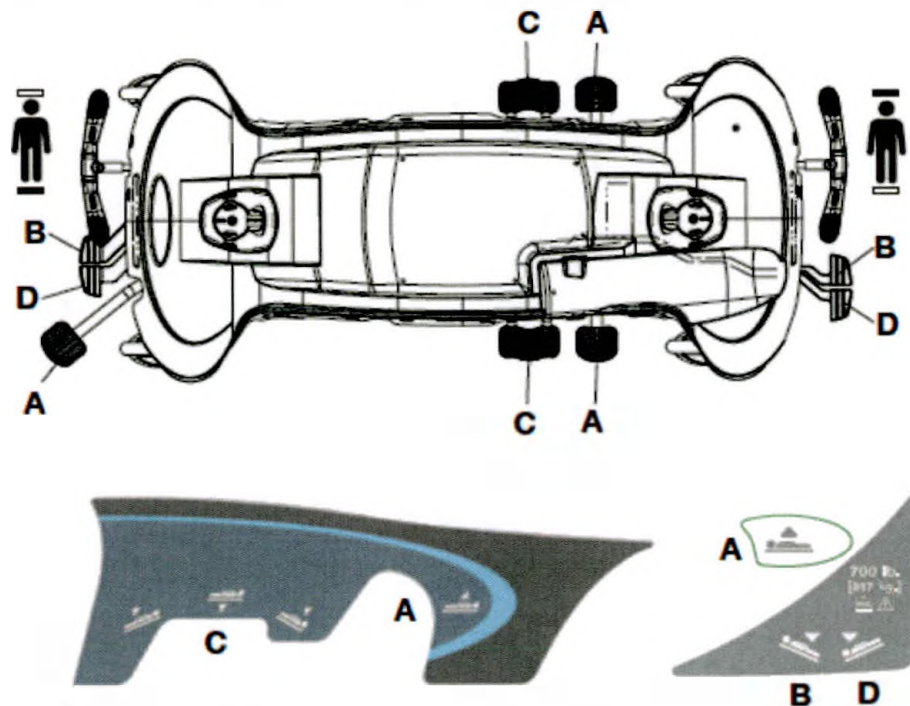

Рисунок 7 – Ярлык и органы управления основания Prime.
Чтобы поднять электрифицированную кушетку, нажмите вниз на педаль насоса (A) до достижения желаемой высоты (см. рис. 7).
Чтобы опустить электрифицированную кушетку в целом, нажмите вниз на центр универсальной педали опускания (C) (см. рис. 7).
Чтобы опустить головной конец изделия, нажмите вниз на педаль освобождения головного или ножного конца (D) или нажмите вниз на сторону универсальной педали опускания (C), обращенную к головному концу (см. рис. 7).
Чтобы опустить ножной конец изделия, нажмите вниз на педаль освобождения головного или ножного конца (B) или нажмите вниз на сторону универсальной педали опускания (C), обращенную к ножному концу (см. рис. 7).